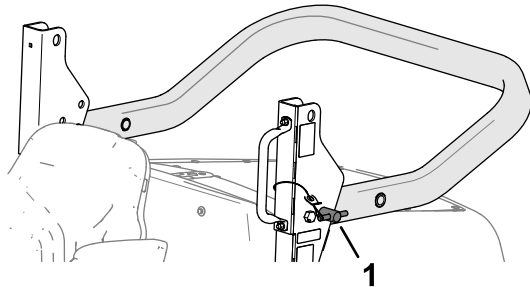

Bild 30
- Führen Sie die Überrollbügelstifte in die unteren Löcher der Schwenkhalterungen (Bild 30).